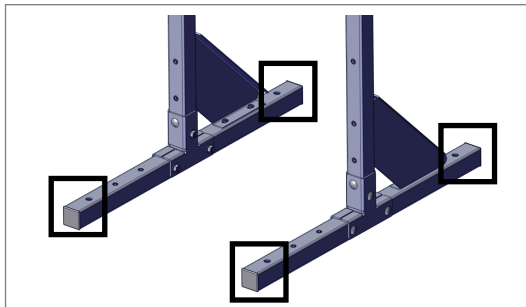

Fig. 9
7. (Recommandé) Posez quatre (4) boulons à douille ou coquille d'expansion (à fournir) dans la base des pattes pour éviter tout risque de basculement (Fig 9).